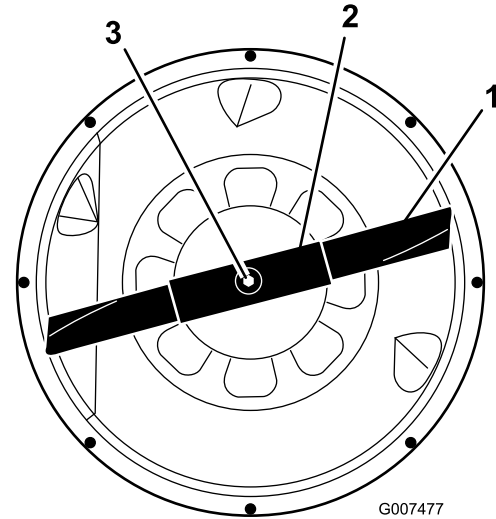

Figura 33
6. Sujete el extremo de la cuchilla usando un paño o un guante grueso. Luego retire el perno de la cuchilla, la arandela curva, el refuerzo de la cuchilla y la cuchilla (Figura 33). Se puede insertar un bloque de madera entre la cuchilla y el cortacésped para bloquear la cuchilla mientras se retira el perno.